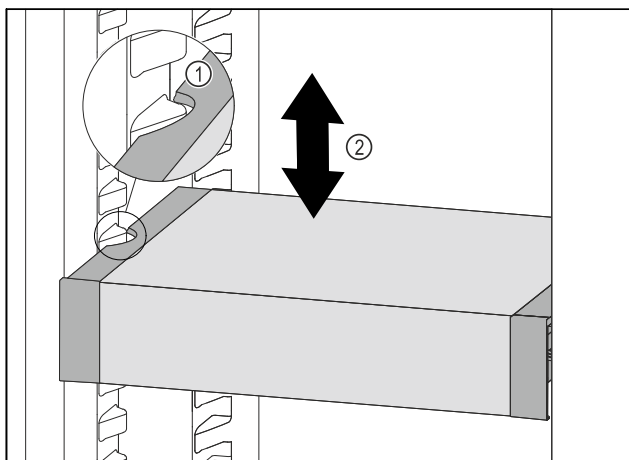

Fig. 100
- VarioSafe ťahajte dopredu, dokým sa bočné vybrania VarioSafe nebudú nachádzať vo výške rebra nádoby v chladničke. Fig. 100 (1)
- VarioSafe v chladničke presúvajte nahor alebo nadol, dokým sa dosiahne požadovaná výška. Fig. 100 (2)